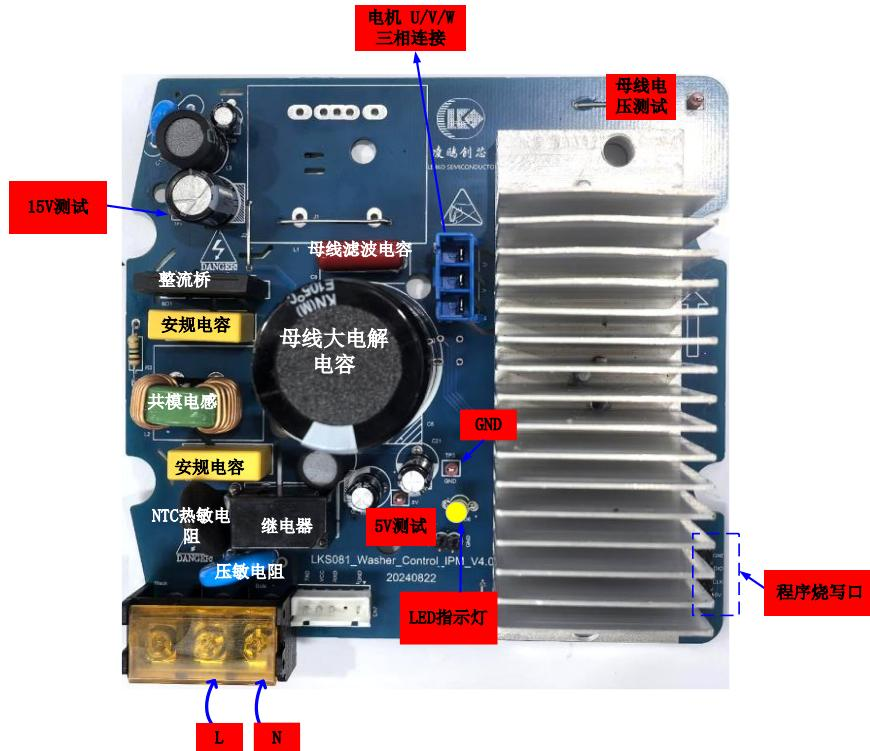

图 1.12 评估板硬件配置说明
4、如图 1.12 所示，接入 220VAC，电机 LED 指示灯点亮，MCU 开始工作，电机正常输出，通过上位机软件 LKS_Scope 或示波器电流探头测到电机正常运行电流，评估板工作正常。LKS_Scope 软件下载链接可见其他信息，使用方法可参考凌鸥学院培训视频学习。